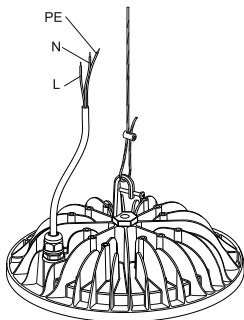

Рисунок 5
5.4 Подключение светильников к сети электропитания производится к концам сетевого кабеля, выведенного из корпуса светильника (рисунок 5), согласно маркировке:
- к фазному проводнику сети – коричневый проводник (L) светильника;
- к нейтральному проводнику сети – синий проводник (N) светильника;
- к заземляющему проводнику сети – жёлто-зелёный проводник (PE) светильника.